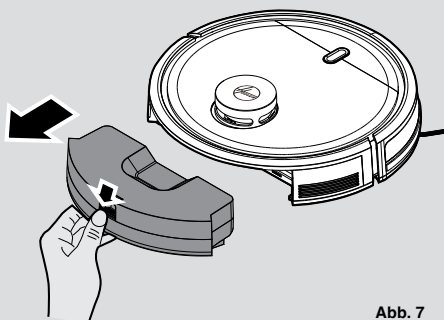

Abb. 7
2. Wenn eine zusätzliche Entleerung erforderlich ist, drücken Sie die Freigabetaste und ziehen Sie den Staubbehälter heraus. [Abb. 7]
1. Nehmen Sie nach dem Saugen den Staubbehälter ab. Drücken Sie hierzu auf die Freigabetaste und ziehen Sie ihn heraus. [Abb. 7]